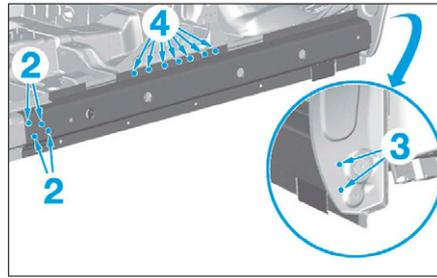

FIG. 121
- par points bouchons MAG en (2) et (3) (Fig.121),
- par points électriques en (4).